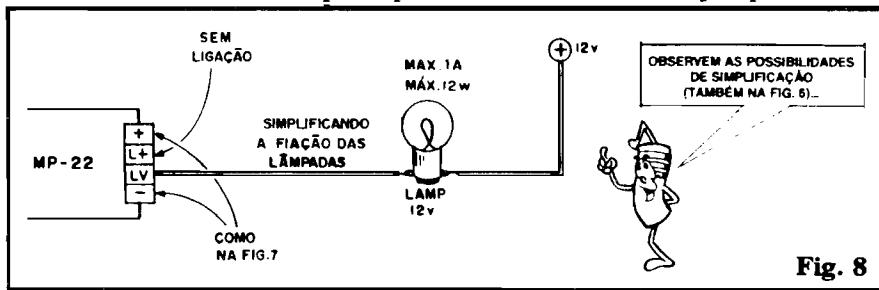

Fig. 8
- FIG. 8 - Em alguns casos, se a localização das lâmpadas for relativamente distante da posição onde está instalada a MP-22, pode-se simplificar as conexões, ligando apenas **uma** das linhas da cabagem paralela à Saída "LV" da MP-22, com a "outra" linha acoplada diretamente a qualquer ponto do sistema elétrico do carro reconhecidamente sob os **12V positivos** da bateria... Quem preferir comandar **apenas uma** lâmpada de boa potência (até 12W, lembrem-se...?), poderá adotar esse tipo de conexão, que simplifica as coisas... Entretanto, nada impede que